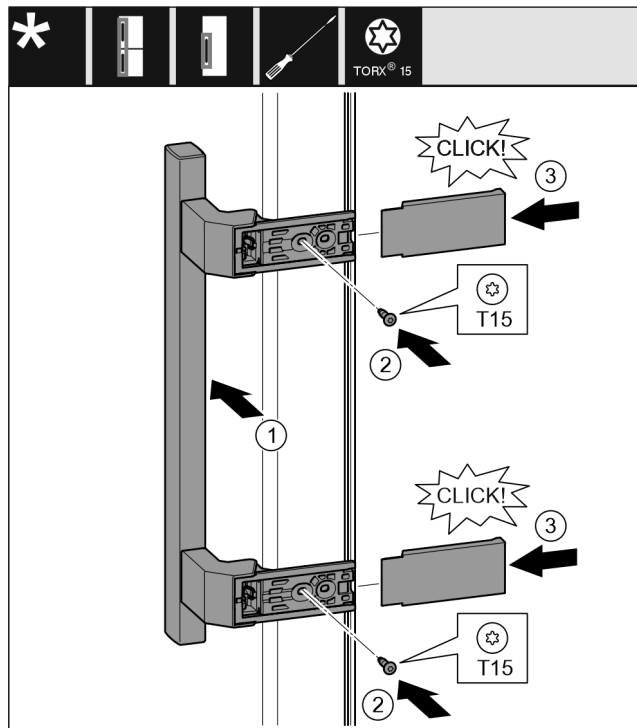

Fig. 21
- ▶ Coloque el tirador en el lado opuesto. Fig. 21 (1)
- ▶ Apriete el tornillo con el destornillador T15. Fig. 21 (2)
- ▶ Coloque y desplace lateralmente las cubiertas. Fig. 21 (3)